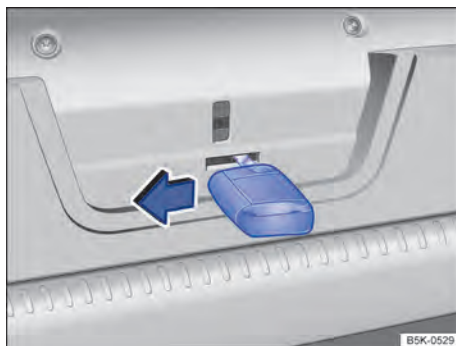

Fig. 199 No compartimento de bagagem: destravar a tampa do compartimento de bagagem.
- Inserir a haste da chave na abertura na tampa do compartimento de bagagem ⇒ **Fig. 199** e pressionar a alavanca de destravamento no sentido da seta. Pressionar simultaneamente a tampa do compartimento de bagagem para fora, até que ela balance.